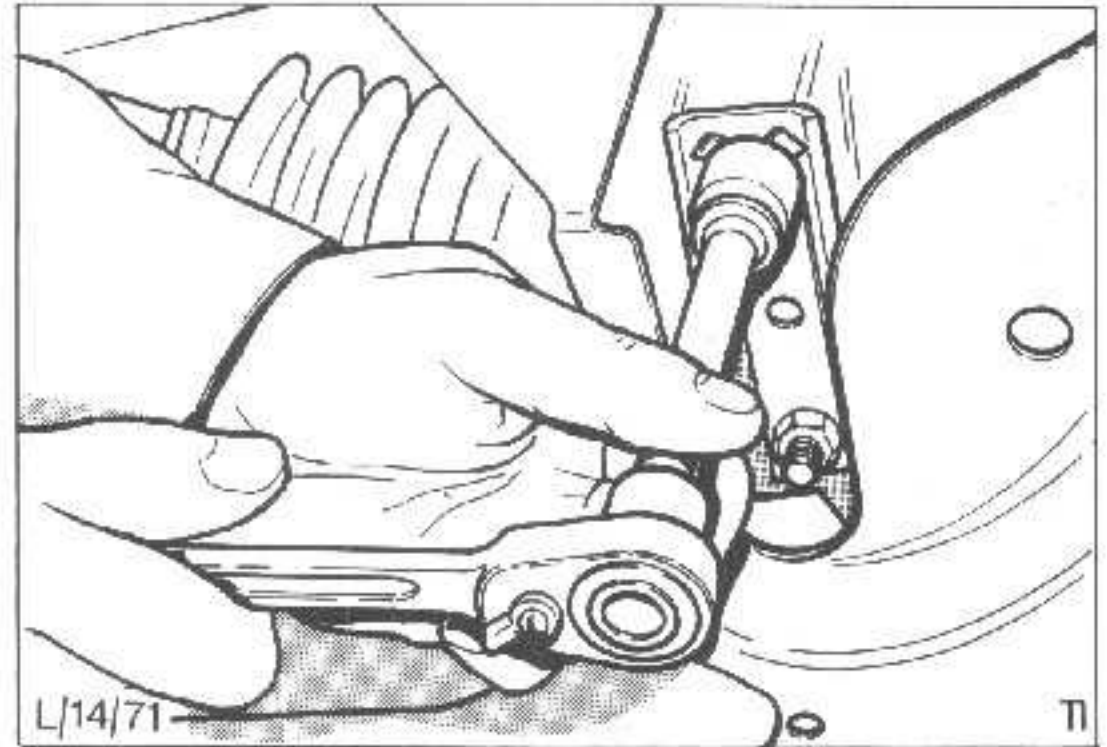

Abb.23 Befestigungsmuttern von U-Bügel und Sicherungsblech
13. U-Bügel und neues Sicherungsblech einbauen. Mutter anschrauben und mit vorgeschriebenem Drehmoment festziehen, Abb.23. Laschen des Sicherungsbleches umbiegen.